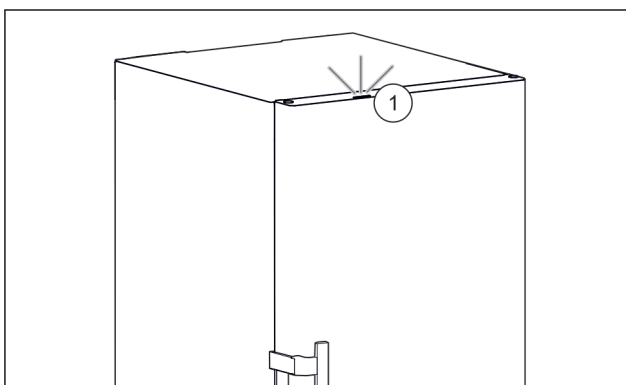

Fig. 61 Aktivní stavové světlo při zavřených dveřích
- ▶ Stavové světlo Fig. 61 (1) je aktivované.